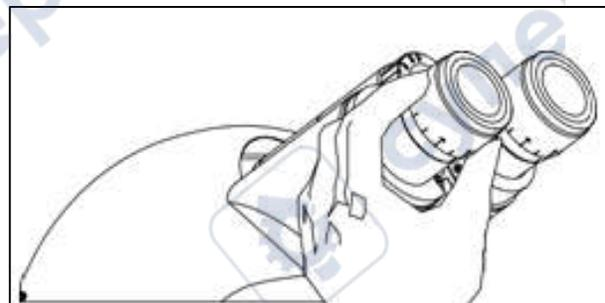

Рис. 21
*(Рис. 21) Настройка диоптрий*